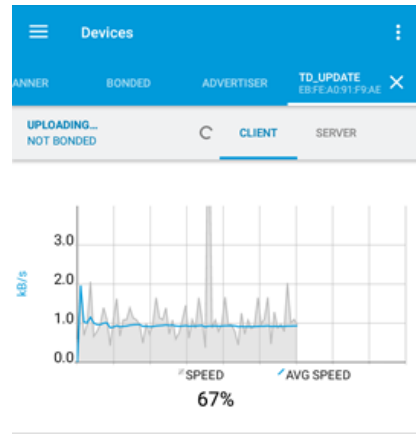

Рисунок 16 – График загрузки DFU
- Если всё сделано правильно, на экране появится график загрузки. Необходимо дождаться окончания обновления прошивки (100%) (рис. 16)